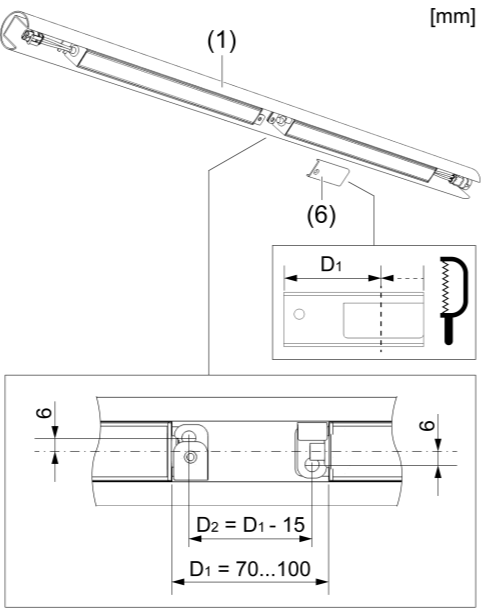

Bild 4: Abstand festlegen + Nutabdeckung anpassen
- Abstand zwischen den Lichteinsätzen festlegen und Nutabdeckung anpassen (Bild 4).